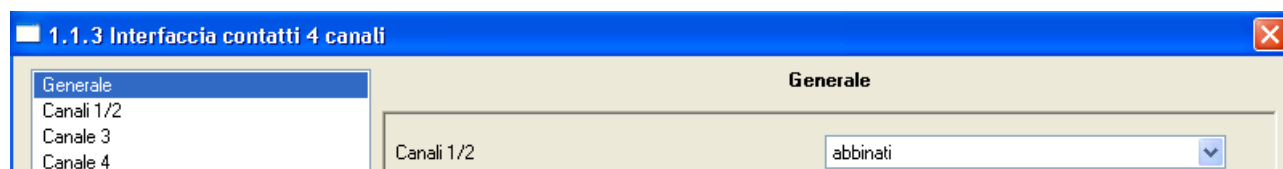

Fig. 16: Finestra di configurazione parametri **Interfaccia contatti (2) – Canali 1/2**
3.4.1 Interfaccia contatti 4 canali System (2)
I canali 1 e 2 dell'interfaccia contatti 4 canali System (2), sono connessi al pulsante doppio P1 e si abilitano come “**Abbinati**” con funzione “**controllo tapparelle**”, come mostrato nelle figure 16 e 17.